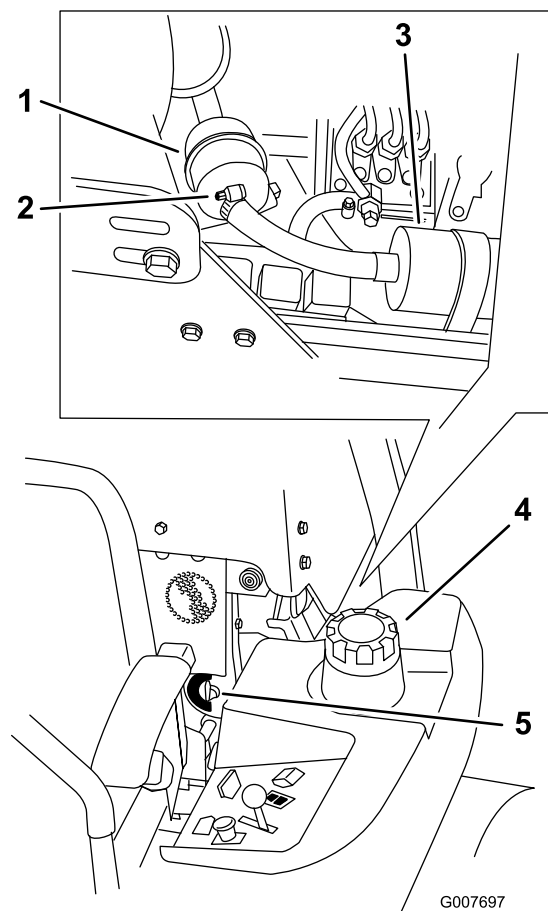

Figura 42
4. Chiudete la valvola di intercettazione del carburante (Figura 42).
5. Allentate le due fascette stringitubo e scollegate i tubi del carburante dal filtro carburante (Figura 42).
6. Montate un nuovo filtro. Collegare i tubi del carburante al filtro carburante e montate le due fascette stringitubo (Figura 42).